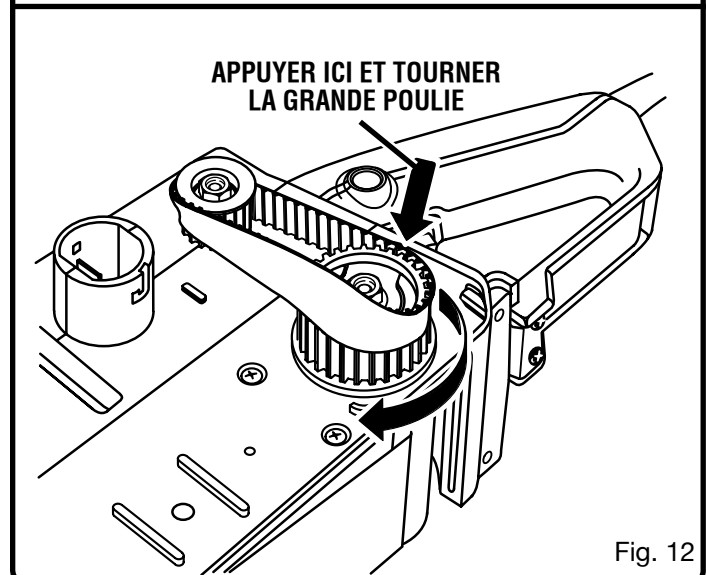

Fig. 12
- Tout en tenant la courroie crantée comme illustré à la figure 12, l'engager sur la grosse poulie en faisant tourner cette dernière.